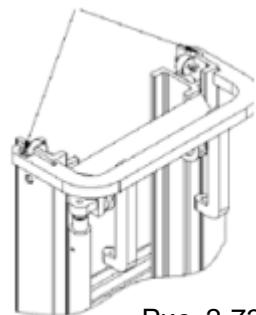

Рис. 2-73
(1) Места крепления подъемной системы представлены на Рис. 2-73